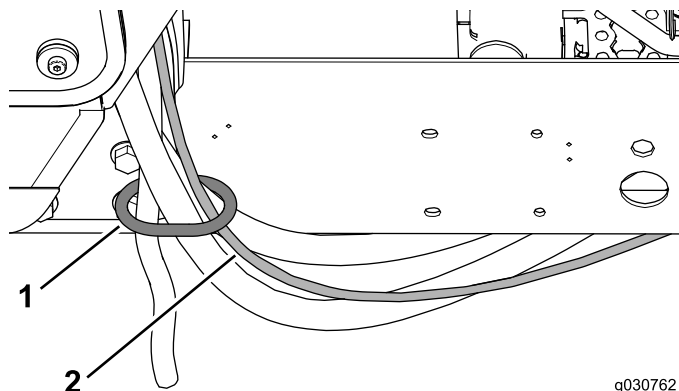

図 41
1. ウォッシャー用のホースを、後キャブマウントのホース用リングに通す 図 41。